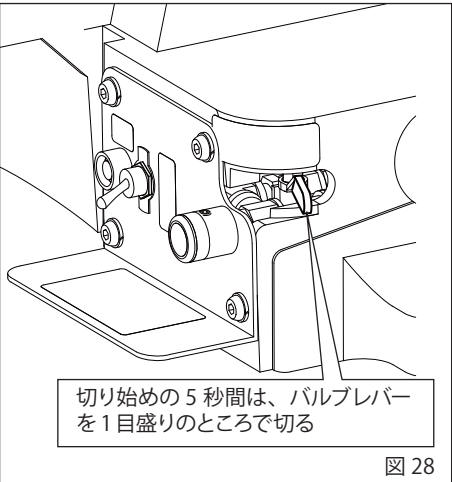

図 28
③バイスのストップ部とプレート A のストップ部が密着するまでプレート A を動かしてください。
④バイスノブを回し、プレート B をプレート A に軽く当ててください。
⑤プレート A のロックボルト 2 ヶ所を付属のソケットレンチでしっかりと締め付けてください。
1. 切断作業（図 28）
①電源プラグをコンセントに接続します。